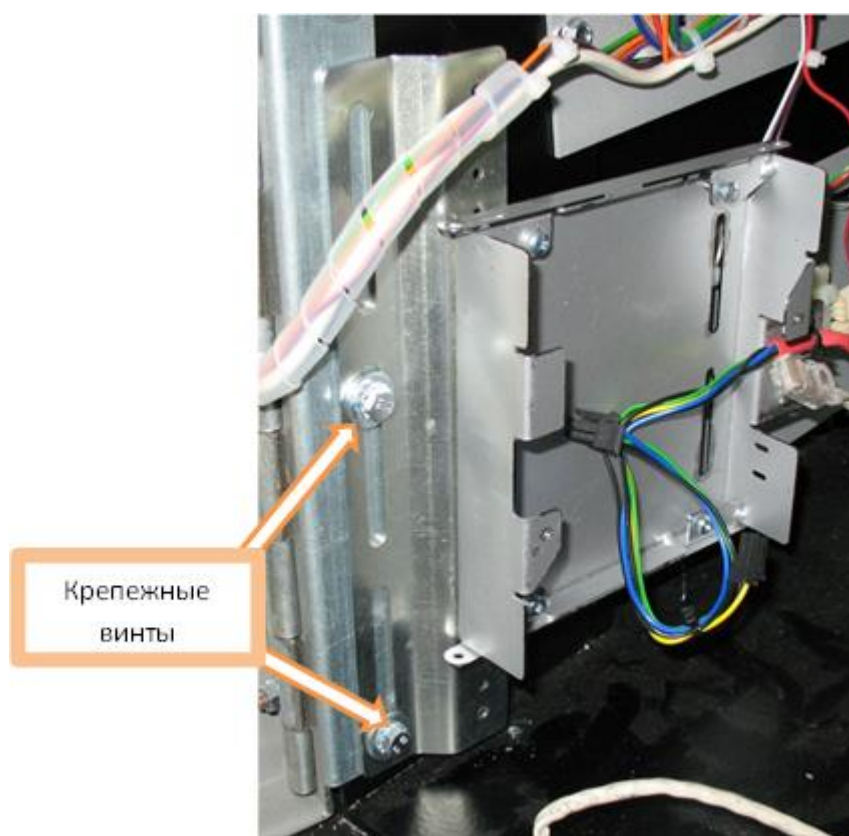

Рисунок 3.3.1 – Закрепленный КИА в ИА
1. Открутить два крепежных винта, которые крепят дверную петлю ИА (Рисунок 3.3.1).